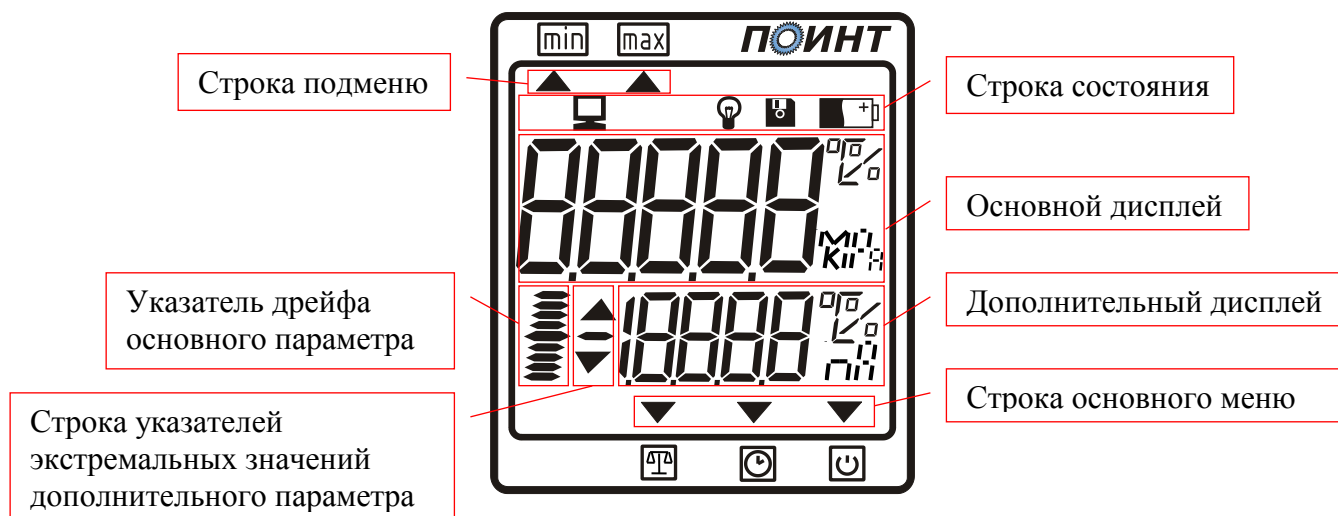

Рис.1
3.2. На лицевой панели измерителя расположен цифровой индикатор (рис.1), служащий для отображения информации и две кнопки управления. В верхней части прибора расположен разъем для подключения датчиков. На задней части измерителя находится крышка батарейного отсека.
4.4. Описание основного дисплея. Измеритель имеет три рабочих режима: рабочий режим измерения, режим отображения текущего времени, режим выбора времени работы измерителя. Переключение между этими режимами производится нажатием левой кнопки измерителя. В зависимости от положения указателя «▼», который расположен в строке основного меню (рис.1), можно определить, в каком режиме находится измеритель. Так при положении указателя над значком  прибор будет настроен на рабочий режим измерения,  - режим отображения текущего времени,  - режим выбора времени работы измерителя. В рабочем режиме измерения на основном дисплее может выводиться значение температуры, измеренное при помощи термопреобразователя сопротивления или термопары, значение влажности или значение физической величины соответствующая унифицированному сигналу постоянного тока в диапазонах от 0 до 5 или от 4 до 20 мА, Настройка этого параметра приведена в п.8.1. «Режим программирования». В режиме отображения текущего времени при нажатии на правую кнопку на индикаторе отображается текущий месяц, число и год. Установка этих параметров приведена в п.8.3.